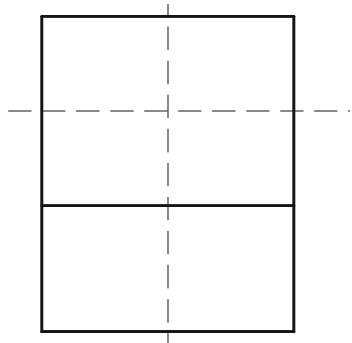

图 2-5-8
STEP 02 把图层转换到实线图层 ,使用 LINE 命令绘制座体左视图轮廓线 ,如图 2-5-8 所示。其具体操作如下 :